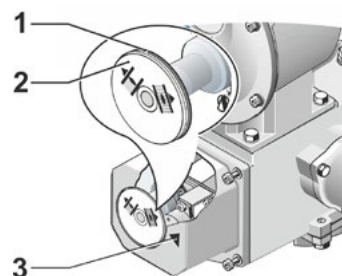

Fig. 2: Stille inn stillingsviser
3. Drei den hvite skiven med LUKKET-symbolet (Fig. 2, pos. 1) til symbolet og pilmerket (3) ligger over hverandre i inspeksjonsvinduet i dekselet.
5. Hold fast den hvite skiven (1) og drei den gjennomsiktige skiven (2) helt til ÅPEN-symbolet for ÅPEN og pilmerket (3) ligger over hverandre.